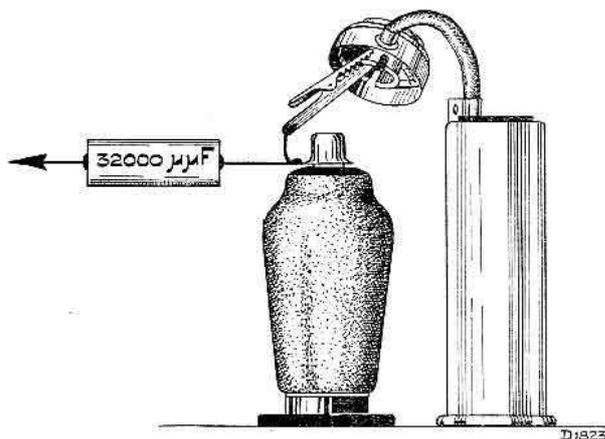

Fig. 3
en série, avec la résistance, un condensateur de 0,1  $\mu\text{F}$  afin de prévenir tout court-circuit des tensions continues. Le condensateur doit être raccordé au châssis et la résistance au circuit. On applique un signal à une grille de commande de la façon suivante: Le circuit de grille est raccordé à la grille et le signal est appliqué, via un condensateur de 32000  $\mu\mu\text{F}$  (voir fig. 3). Le régulateur de volume doit toujours être tourné sur le maximum; si un signal est trop fort, il faudra tourner l'atténuateur de l'oscillateur de service.
2. Appliquer un signal modulé de 128,5 kc à la grille de L2, via un condensateur de  $32000 \mu\mu\text{F}$  (fig. 3). Amortir S34 avec 50.000 ohms. Trimmer C42 sur la sortie maximum. Enlever l'amortissement.